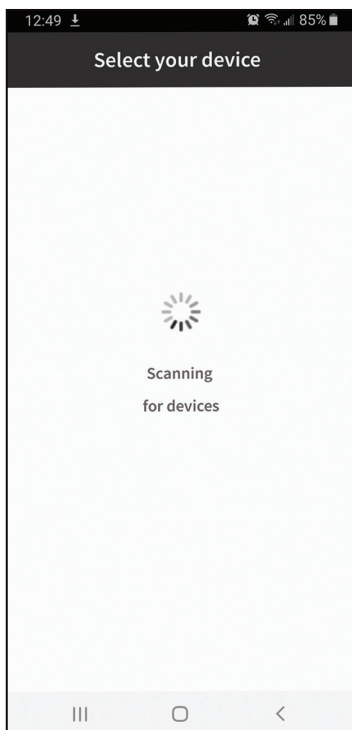

Fig. 5
4. Recherchez les appareils et sélectionnez l'appareil dans la liste (**Fig. 5 & 6**).